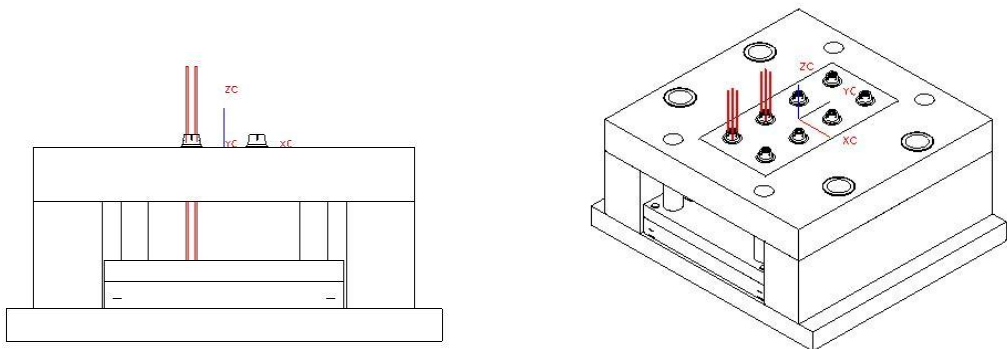

图5-63
4. 在【标准件管理】对话框中单击  按钮，弹出【点构造器】对话框，在【wcs】输入状态下依次输入坐标点 (-34, -94, 0)、(-26, -94, 0)、(-26, -86, 0)、(-34, -86, 0)、(-34, -34, 0)、(-26, -34, 0)、(-26, -26, 0) 和 (-34, -26, 0)，每输入完一次坐标单击一次  按钮，然后单击  按钮创建顶杆，如图 5-63 所示。